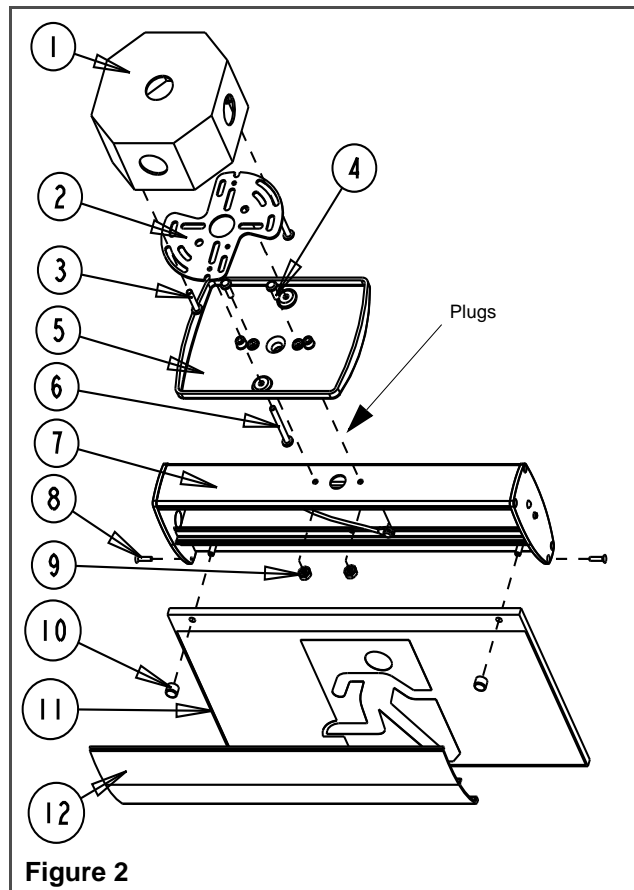

Figure 2
#### Ceiling or End mount (See Figure 2 & 3)
- a. For ceiling mount: remove plugs (see Figure 2)
**Montage en extrémité ou au plafond (voir fig. 2 et 3)**
a. Pour le montage au plafond: enlever les bouchons situés sur le dessus du boîtier (voir fig. 2).